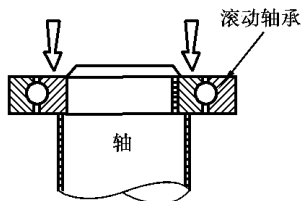

图 2.4.18
8. 当向滚动轴承施压时,力应加在滚动体内圈上,不要让施加的力通过滚动体,否则轴承有可能破裂,如图 2.4.18 所示。